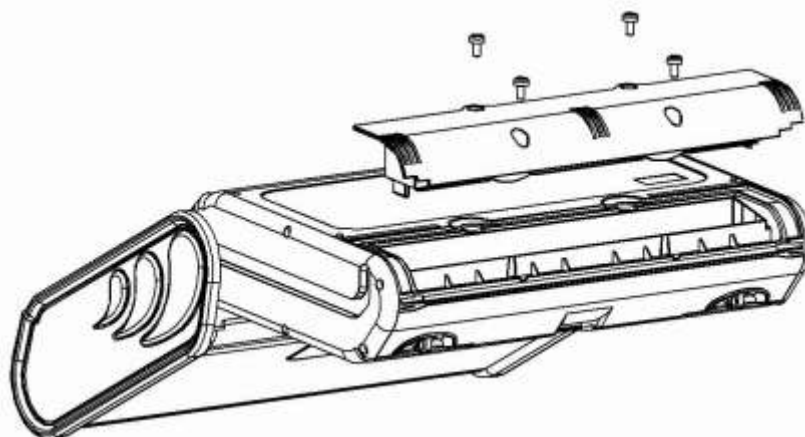

Рис. 8.1. Замена пакетов аккумуляторов
- Открутить 4 винта крепления контейнера для аккумуляторов (снизу корпуса – Рис. 8.1);